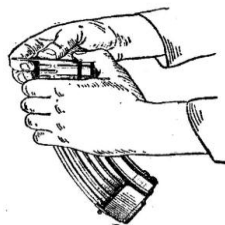

Рис. 29. Отделение крышки магазина
2. Разобрать магазин. Взять магазин в левую руку крышкой вверх (выпуклой частью от себя); правой рукой с помощью выколотки утопить выступ стопорной планки в отверстие на крышке магазина, большим пальцем левой руки сдвинуть крышку несколько вперед (рис. 29), правой рукой снять крышку с корпуса, удерживая при этом стопорную планку большим пальцем левой руки; постепенно освобождая пружину, вынуть ее вместе со стопорной планкой и подавателем из корпуса магазина; отделить подаватель от пружины.